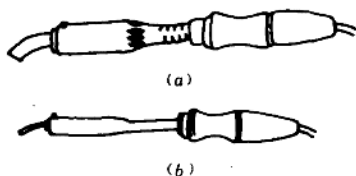

图 1-3 电烙铁的外形图
2. 电烙铁 电烙铁是一种电热锡焊工具。普通电烙铁按功率大小有大功率和小功率之分,其外形的差别如图 1-3 所示。